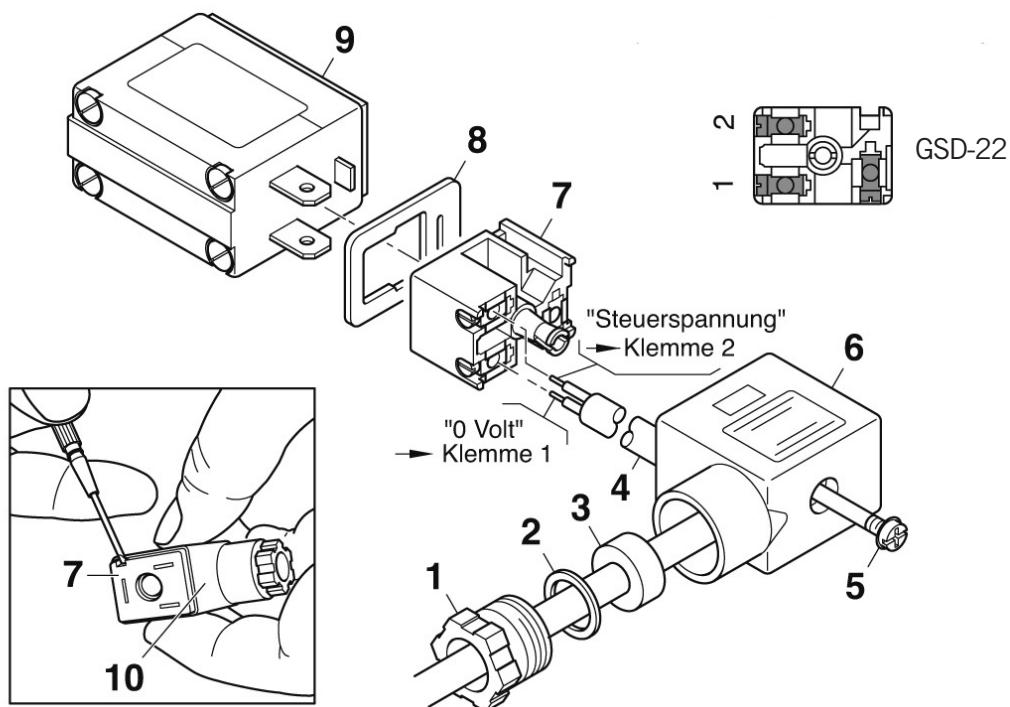

Abb.6: Elektrisches Steuerkabel an Gerätesteckdose anschließen
Die Klemmbelegungen sind im Bild 6 dargestellt.
- Steckersicherungsschraube (Bild 6/5) lösen und aufgesteckte Gerätesteckdose GSD-22 (10) von den Messerkontakten des Ventils P8 (9) abziehen. Hierbei auf die eingelegte Steckerdichtung (8) achten.
- Steckersicherungsschraube komplett aus der Gerätesteckdose (6) herausziehen.
- Den Anschlussblock (7) aus dem Gehäuse der Gerätesteckdose mit Hilfe eines Schraubendrehers herausziehen.
- Verschraubung (1) herausdrehen, Scheibe (2) und Dichtung (3) abnehmen.